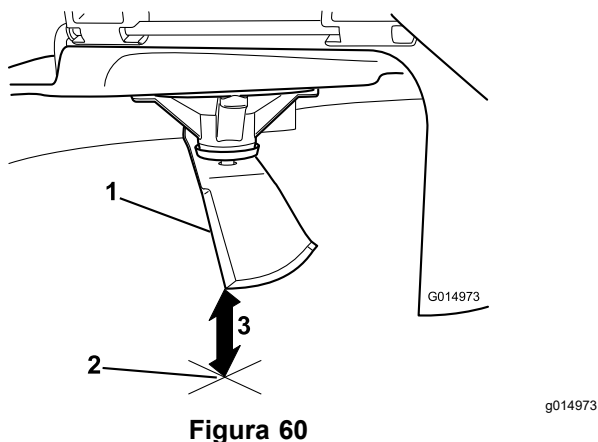

**Figura 59**
4. Ruotate la stessa lama di 180 gradi in modo che il tagliente opposto si trovi ora nella stessa posizione (Figura 59).